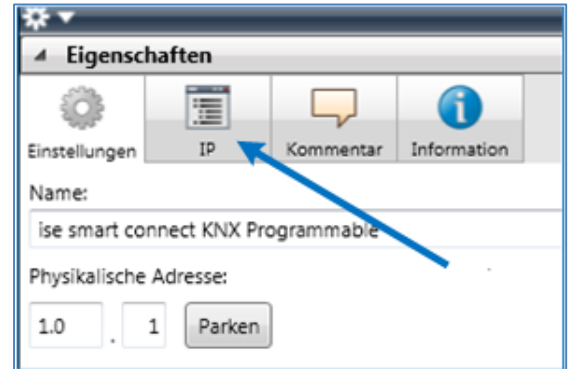

Abbildung 5: Geräte-Eigenschaftendialog der ETS
2. Zeigen Sie die *Eigenschaften* des Geräts im Sidebar der ETS an, wie in Abbildung 5 gezeigt.